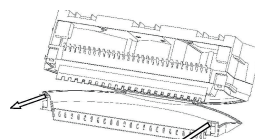

Figura 1
A. Presione el botón de la tapa de la caja de filtro como se indica en la figura 1, limpie la caja de filtro y el paño.